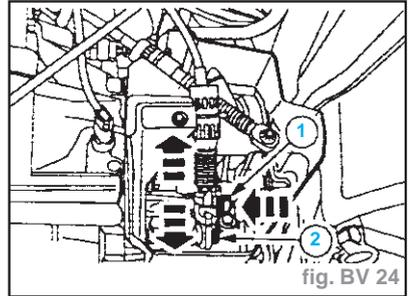

fig. BV 24
- Régler le mécanisme de sélection : (fig. BV 24)
- déverrouiller le câble de sélection (enfoncer la pièce de couleur) (1),
- amener le levier de sélection en position centrale (2).